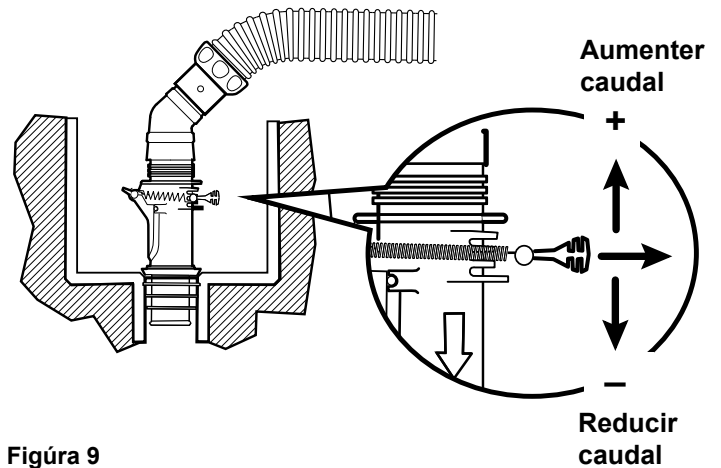

Figura 9
2. Use el ajuste hacia arriba o abajo de la válvula FlowKeeper™, o ajuste las válvulas en el panel del equipo para aumentar o reducir el caudal del limpiador según sea necesario (Figura 9).